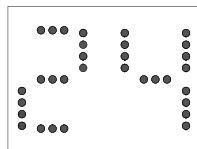

Abb.1
1. Ziehen Sie eine Seite des Schlauchs heraus (Abb.1) und schrauben Sie den Schlaucheneinlass an (Abb.2).
Verlängern Sie die Seite des Schlauchs **Abb.1**
Vor der Änderung, im Kühlmodus, wird der Bildschirm wie in Abb. 1 angezeigt.
Vor der Änderung, im Cool-Modus, wird die Temperatur wie in Abb. 1 angezeigt.